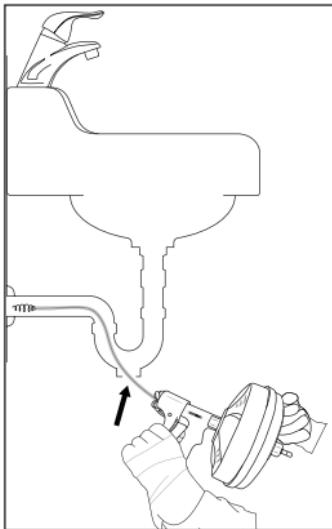

Fig. 1
- Prepare el aparato y la zona de trabajo según lo dispuesto en estas instrucciones para reducir el peligro de lesiones por descarga eléctrica, incendio, vuelco del aparato, por una espiral ❸ retorcida o rota, las lesiones por sustancias químicas, infecciones u otras causas y para evitar daños en el aparato.
- 6) Si utiliza el aparato de forma manual, asegúrese de que la manivela **④** esté montada y fijada en el aparato.
- En muchos desagües, la espiral **⑧** puede introducirse a través del sumidero.
- En otros lavabos, debe retirarse el tapón de limpieza o el sifón que corresponda (consulte la fig. 1). Coloque siempre un recipiente bajo el orificio de limpieza o del sifón para recoger el agua que salga.